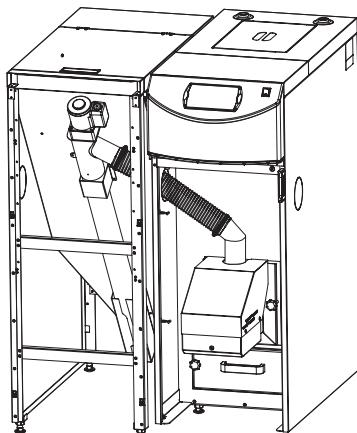
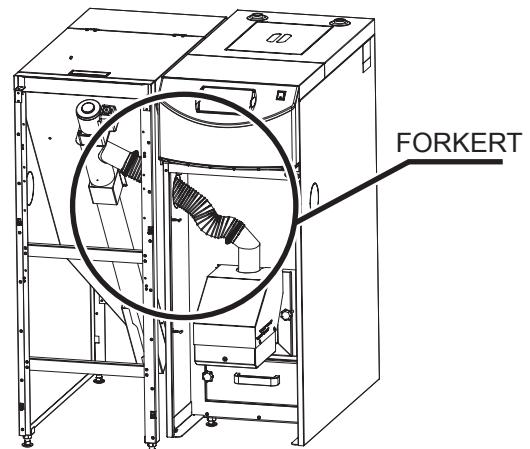

Fig. 3 Korrekt tilslutning af sneglens plastslange.
Fig. 4 Ukorrekt tilslutning af sneglens plastslange.
6. Udfør alle nødvendige reguleringer mht. vinklen på forbindelsesleddet og det fleksible ledningsrør. Forbindelsen må ikke medføre at ledningsrøret bøjes således, at træpillerne blokeres (Fig. 3 og Fig 4).